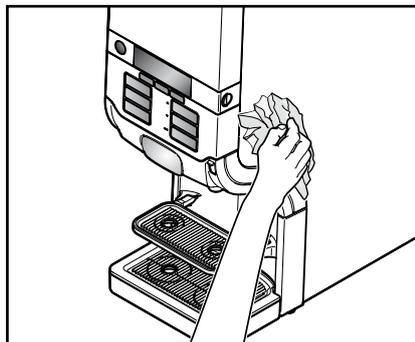

Abb. 50
6. Wischen Sie die Außenseite des Geräts mit einem feuchten und sauberen Tuch ab. (Abb. 50)